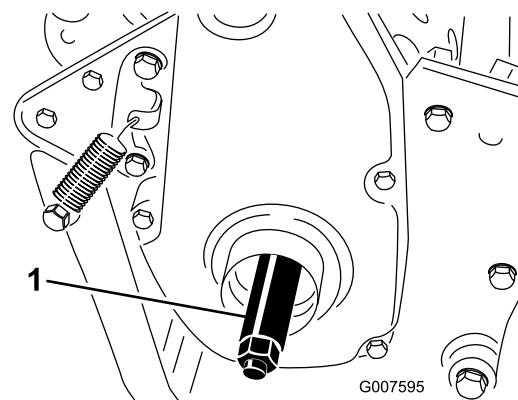

Figure 7
3. Vissez l'arbre de la roue droite sur la poulie d'entraînement du côté droit de la machine (Figure 7).